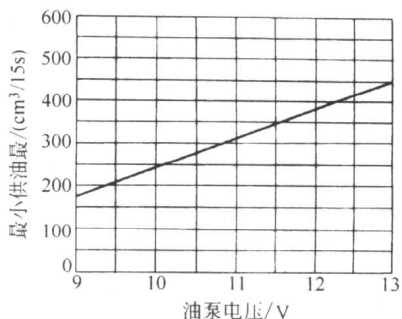

图 1-17 供油量曲线
① 操纵摇控器15s(一直按住按钮)。
② 将供油量与图1-17进行比较。